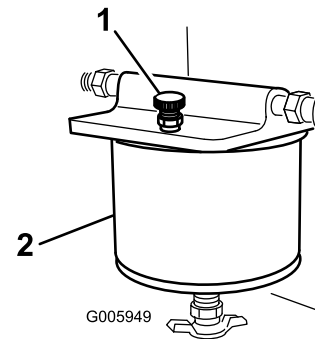

Figura 33
5. Abra el tornillo de purga de la parte superior del filtro de combustible para llenar el portafiltros con combustible (Figura 33).